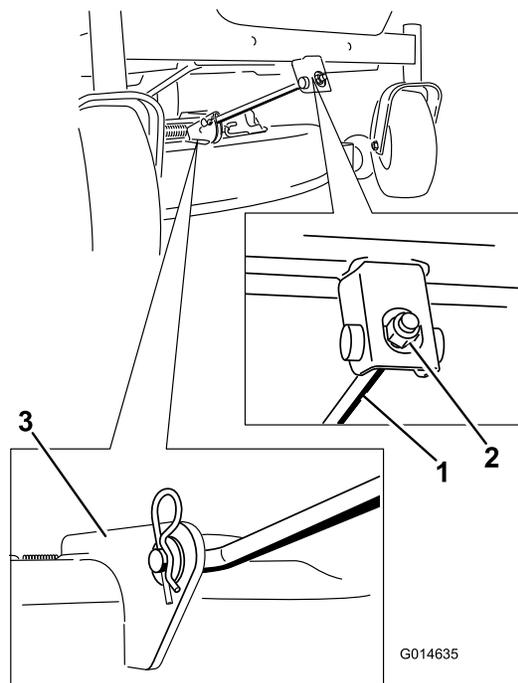

Bild 55
4. Entfernen Sie den Splint von der vorderen Stützstange und entfernen Sie die Stange von der Mähwerkhalterung (Bild 55). Lassen Sie die Vorderseite des Mähwerks vorsichtig auf den Boden ab.
6. Befestigen Sie die vordere Stützstange mit den Lastösenbolzen und Splints am Mähwerk (Bild 55).